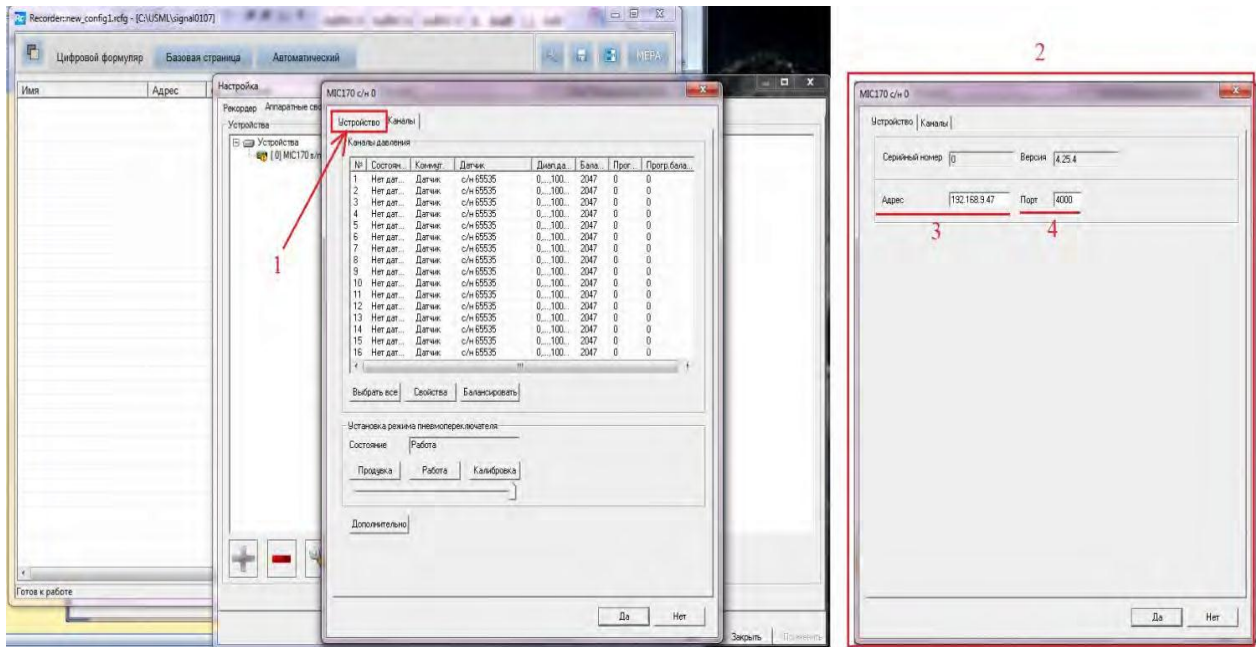

Рисунок 20 - Настройка IP-адреса и порта
2.3.1.3 В открывшемся диалоговом окне «MIC-170 s/n n» откройте вкладку «Устройство» (см. поз. 1, рисунок 20).
На вкладке «Устройство» (см. поз. 2, рисунок 20) установите IP-адрес устройства и порт (см. поз. 3 и 4, рисунок 20). Информация по IP-адресу изделия указана на маркировочной табличке, закрепленной на корпусе MIC-170. Номер порта должен быть 4000.